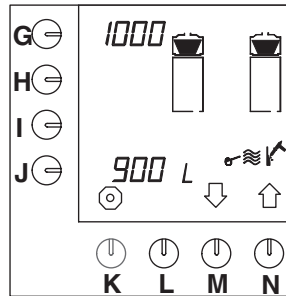

Fig. 52 Rensesignal kaffetraktesystemet
- Trykk på valgtasten (M.)↓ inntil fig.52 vises på displayet.